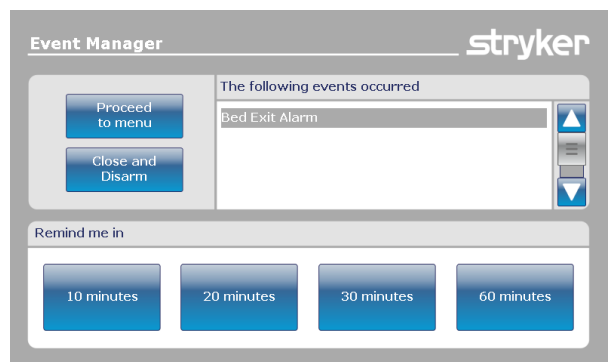

図10.2
- 図10.2 に示すように Event Manager (イベントマネージャー) ウィンドウが現れる